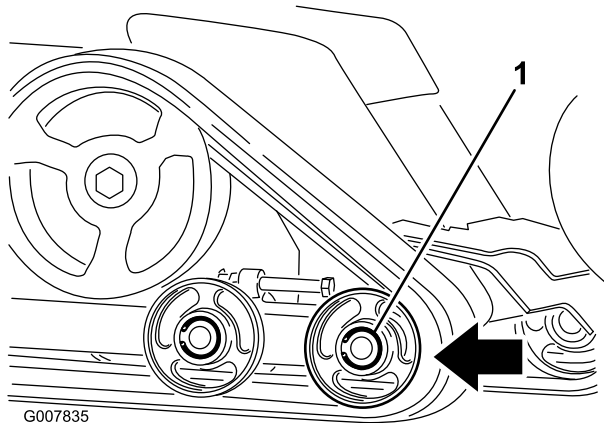

Figura 46
6. Spingete indietro la ruota anteriore non motrice quanto più possibile (Figura 46).
8. Dopo avere liberato il cingolo dalla ruota non motrice, toglievelo dalla macchina (Figura 46).
9. Avvolgete il nuovo cingolo iniziando dalla ruota conduttrice e controllando che i denti del cingolo si posizionino tra i distanziali della ruota stessa (Figura 46).
10. Spingete il cingolo sotto le ruote non motrici (Figura 46).